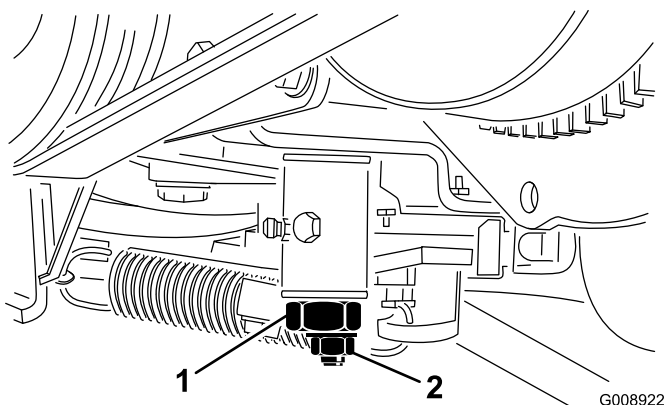

Figure 51
2. Desserrez le connecteur du câble d'accélérateur sur le bras du levier de la pompe d'injection (Figure 51).